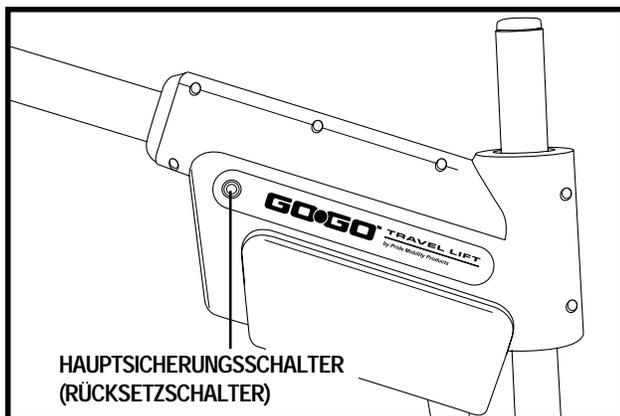

Abbildung 18. Hauptsicherungsschalter (Rücksetzschalter)
- Überprüfen Sie den Hauptsicherungsschalter. Setzen Sie ihn zurück, falls notwendig. **Siehe Abb. 18.**
Wird Ihr Go-Go Travel Lift aufgrund großer Lasten übermäßig beansprucht, kann der Hauptsicherungsschalter (**siehe Abb. 18**) auslösen, um den Motor und die Elektronik vor Schäden zu schützen. Löst der Sicherungsschalter aus, wird das gesamte elektrische System ausgeschaltet.